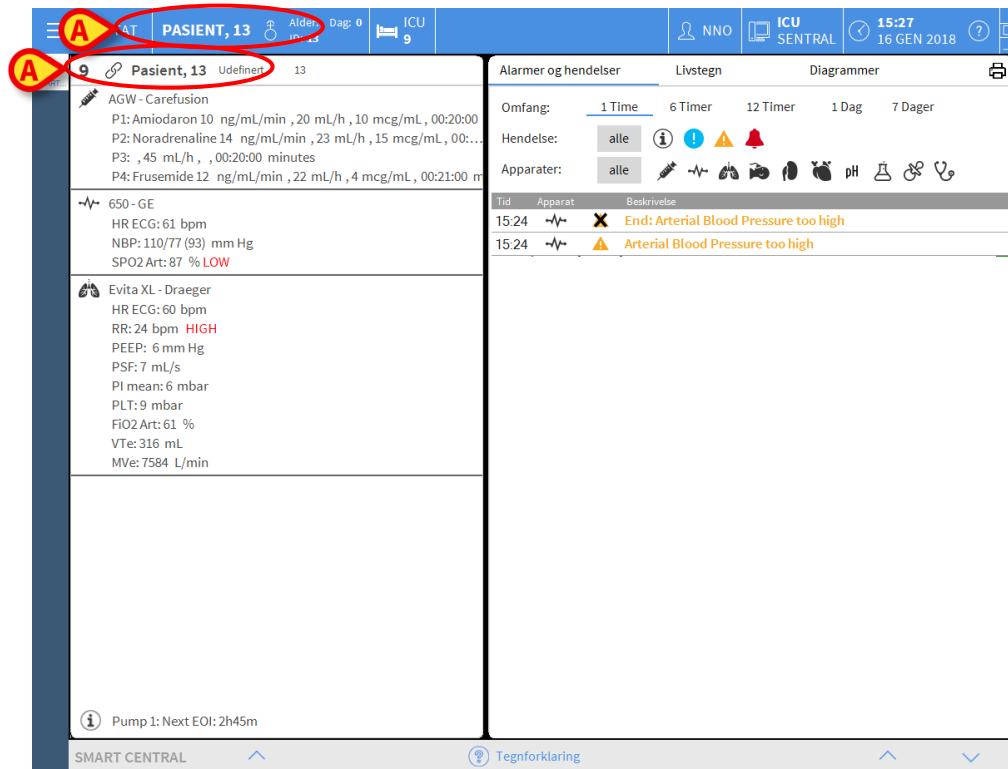

Fig. 96
- Klikk **Ja** for å legge inn pasienten. Smart Central skjermbildet for den pasienten vises. Et midlertidig navn tildeles automatisk (Fig. 96 **A**).